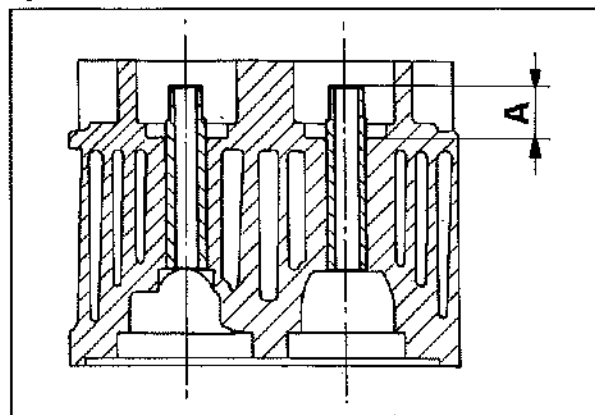

Fig. 7
- Forzare le nuove guide con una pressa o punzone sino a $\text{mm. } 23,3 \pm 23,7$ dal piano appoggio molla (A, Fig. 7).